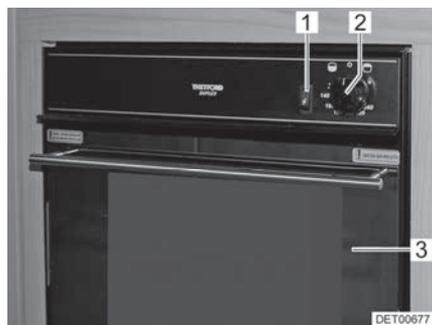
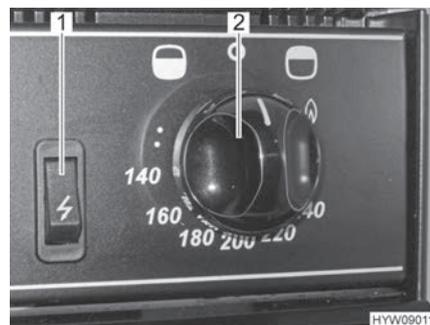

Fig. 131 Horno de gas con grill
Fig. 132 Elementos de mando (horno de gas con grill)
- Abrir la puerta del horno (Fig. 131,3) completamente.
- Pulsar y girar el regulador giratorio (Fig. 131,2 y Fig. 132,2) en sentido contrario a las agujas del reloj (en dirección del símbolo de horno "☺"), al ajuste máximo.
- Presionar el regulador giratorio (Fig. 131,2 y Fig. 132,2) y mantenerlo presionado por 5 a 10 segundos. El gas circula hacia el quemador.
- Presionar el interruptor de encendido (Fig. 131,1 y Fig. 132,1) tanto tiempo como sea necesario para que arda la llama.
- Pulsar y girar el regulador giratorio (Fig. 131,2 y Fig. 132,2) en sentido de las agujas del reloj (en dirección del símbolo de grill ""), al símbolo de llama.
- Girar el regulador giratorio (Fig. 131,2 y Fig. 132,2) a "O". La llama se apaga.